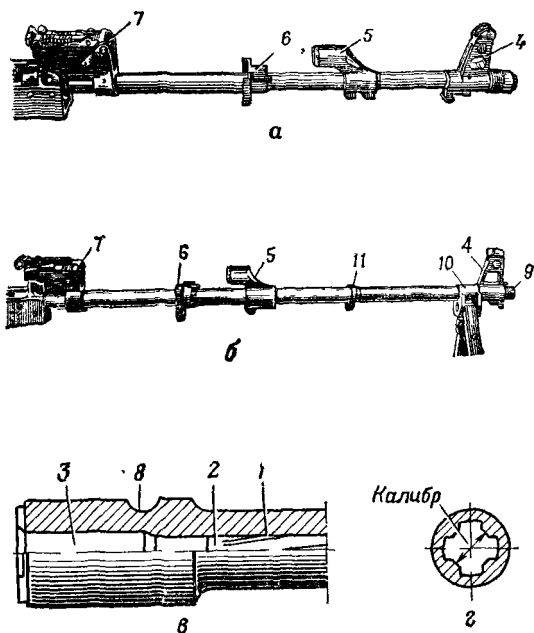

Рис. 27. Ствол:
11. Ствол (рис. 27) служит для направления полета пули. Внутри ствол имеет канал с четырьмя нарезами, вьющимися слева вверх направо. Нарезы служат для придания пуле вращательного движения. Промежутки между нарезами называются полями. Расстояние между двумя противоположными полями (по диаметру) называется калибром канала ствола; у автомата (пулемета) он равен 5,45 мм. В казенной части канал гладкий и сделан по форме гильзы; эта часть канала служит для помещения патрона и называется патронником. Переход от патронника к нарезной части канала ствола называется пульным входом.